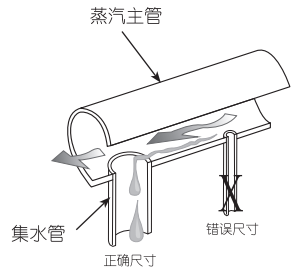

图 3.1
4. 在过热、高压或低负荷工况下，通常管道和疏水阀内只有少量凝结水产生。因此，合理的配管及尺寸和直径正确的集水管对阿姆斯壮双金属疏水阀的良好运行至关重要，请参阅表 3.1 和图 3.1。